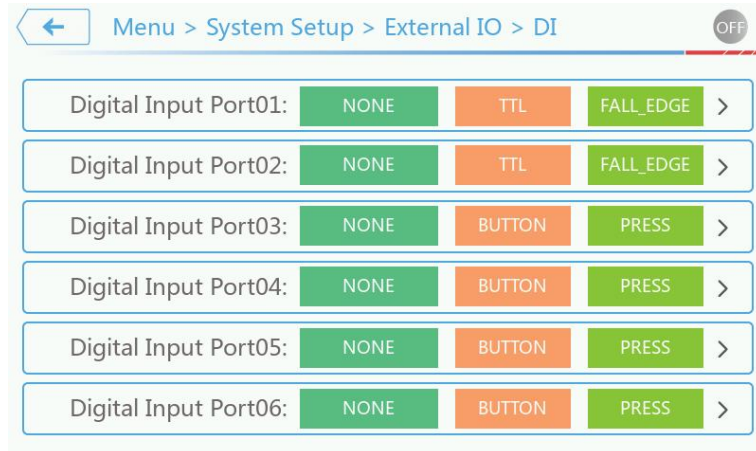

图 3-45 数字输入功能界面图
3、数字量输入功能。在外部使能状态下可通过使能来控制 C3000 的触发\_short、触发\_list、启停、复位、急停。（有效电平或脉冲持续时间为 10ms），具体见下图 3-45。